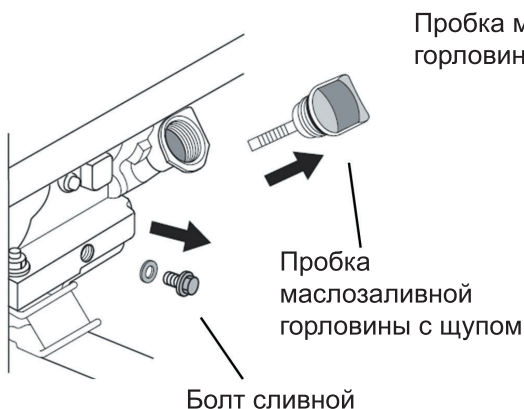

Рис. 25
2. Выкрутите пробку маслозаливной горловины (рис. 25, 26)
3. Выкрутите сливной болт (рис. 25, 26)